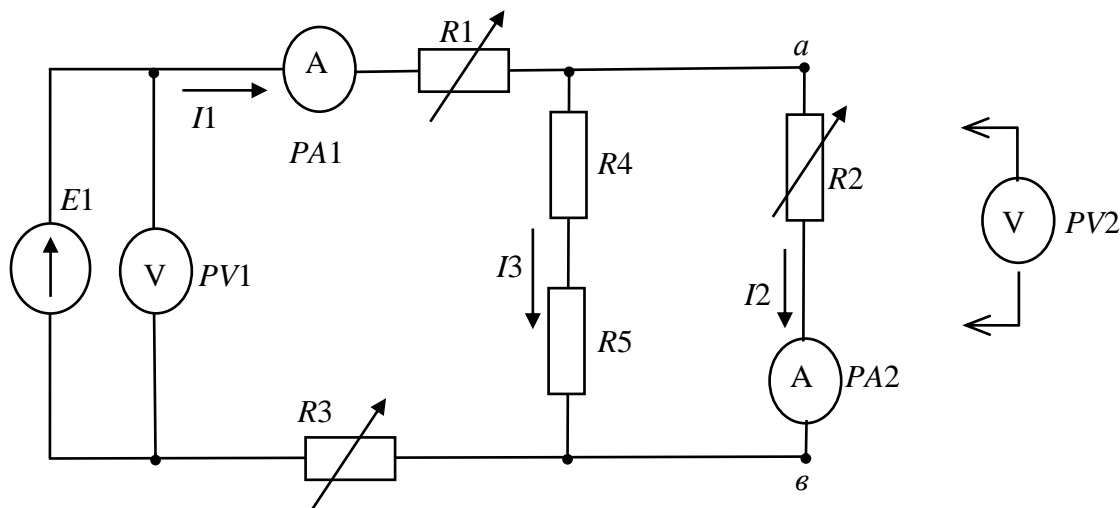

Рис. 6. Схема линейной электрической цепи постоянного тока со смешанным соединением элементов
7. Соберите цепь со смешанным соединением резисторов (рис. 6). В качестве резисторов $R1, R2, R3$ используйте резисторы блока «Резисторы / Активная нагрузка», а в качестве $R4, R5$ – резисторы модуля «Диоды, резисторы, конденсаторы», выбрав их сопротивления в соответствии с заданным вариантом (табл. 5). В качестве амперметров $PA1 - PA2$ используйте ампервольтметры модуля «Измерительные приборы» в режиме DC. Для измерения напряжений на резисторах используйте один из мультиметров. Представьте схему для проверки преподавателю.